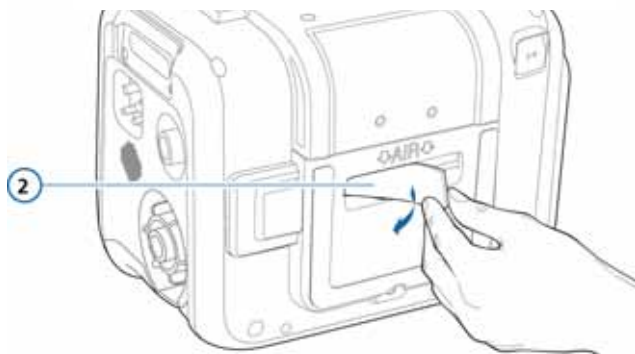

図 10-2. ダストフィルタ (1) の取り外し
7. 新しいダストフィルタを取り付けます（図 10-2）。または、既存のフィルタを中性洗剤で洗浄し、すすいで乾かしてから、再度取り付けます。